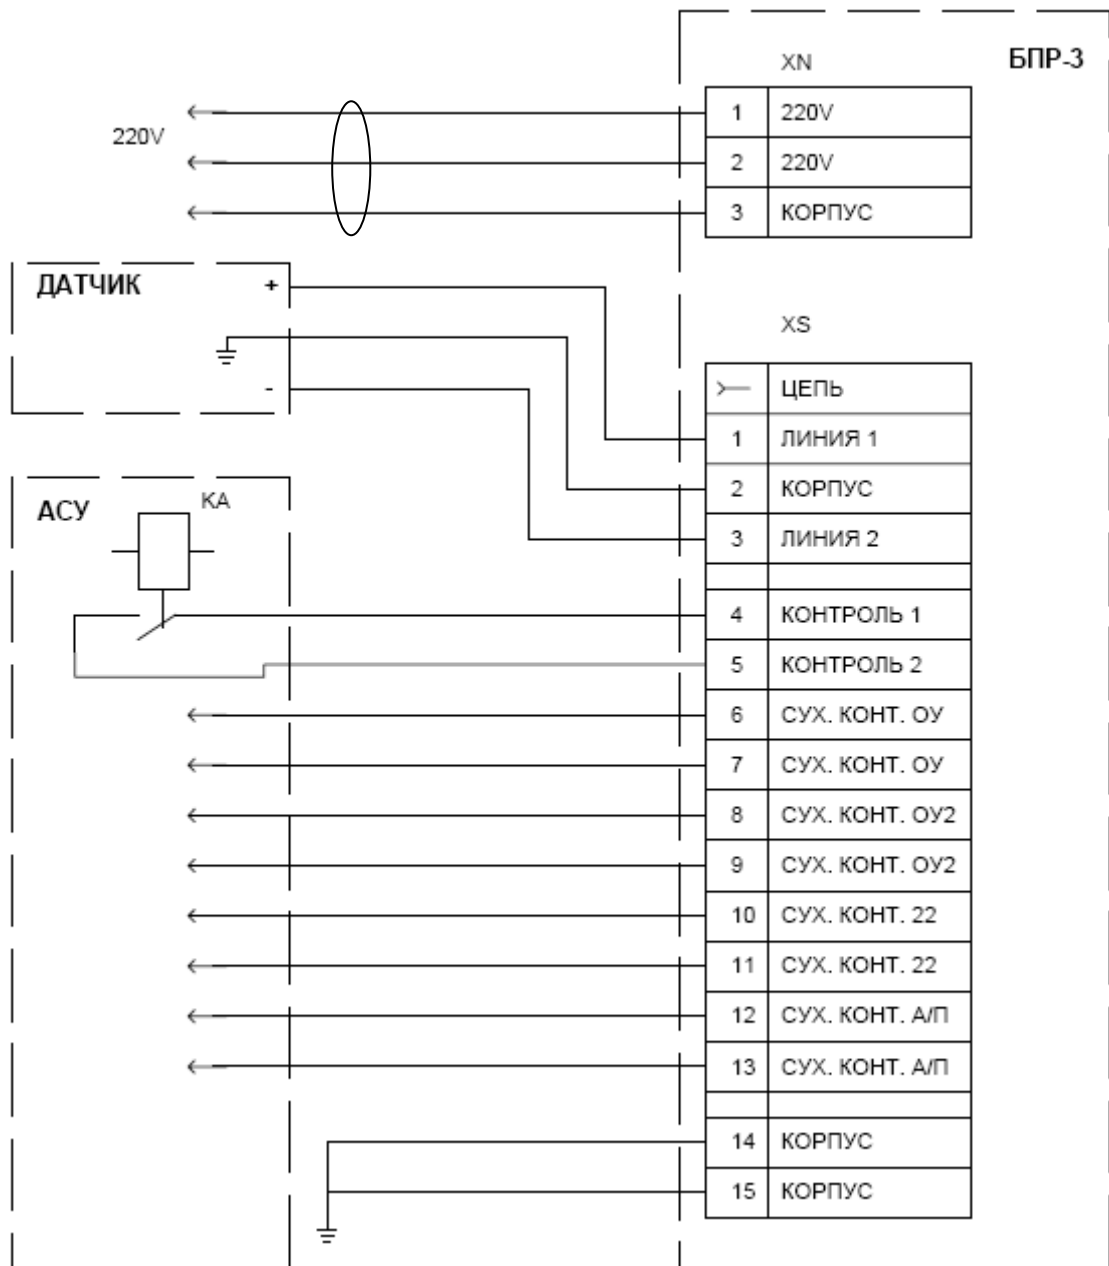

Рис.4. Монтажная схема датчика сигнализатора МДПС-3 или датчика сигнализатора ДПС-7В с блоком питания и регистрации БПР-3.
2.1.2 Руководствуясь схемой монтажной рис.4, произвести соединение жил линейного кабеля и жил кабеля телемеханики с соответствующими гнездами клеммных соединителей XN1-XN4 установленного на плате БПР.